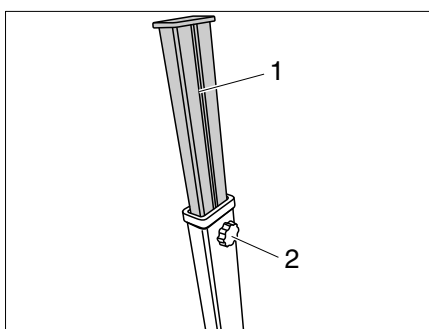

Bild 37 Tischfüße verstellen
- Sternschraube (Bild 37,2) des jeweiligen Tischfußes öffnen und Verlängerung (Bild 37,1) ausziehen.
- Bei Erreichen der gewünschten Verlängerung Sternschraube (Bild 37,2) anziehen.
- Verlängerung (Bild 37,1) bei allen Tischfüßen einschieben und mit Sternschraube (Bild 37,2) sichern.